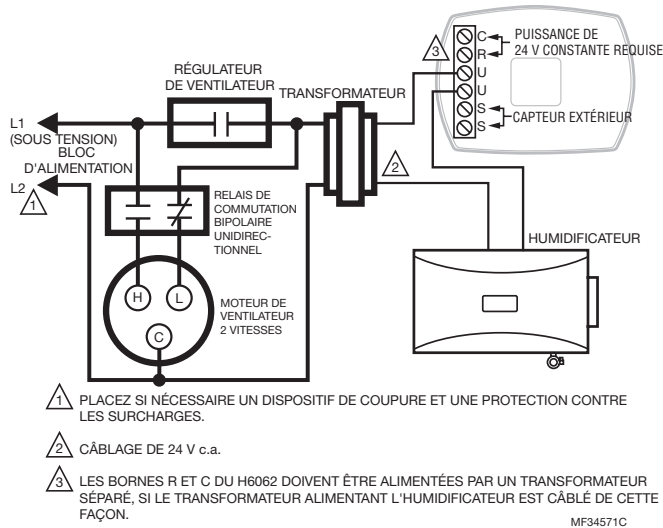

Fig. 3. Câblage de l'HumidiPRO avec moteur de ventilateur à deux vitesses.*
* Lorsqu'on utilise un thermostat avec commande de la QAI plutôt qu'un humidistat, le câblage du circuit est simplifié. Les contacts en U du thermostat remplacent l'humidistat H6062 de la figure 3 et l'interrupteur à ailette est retiré du circuit. Aucun câblage spécial n'est requis pour le primaire du transformateur, l'interrupteur à ailette ou le relais.